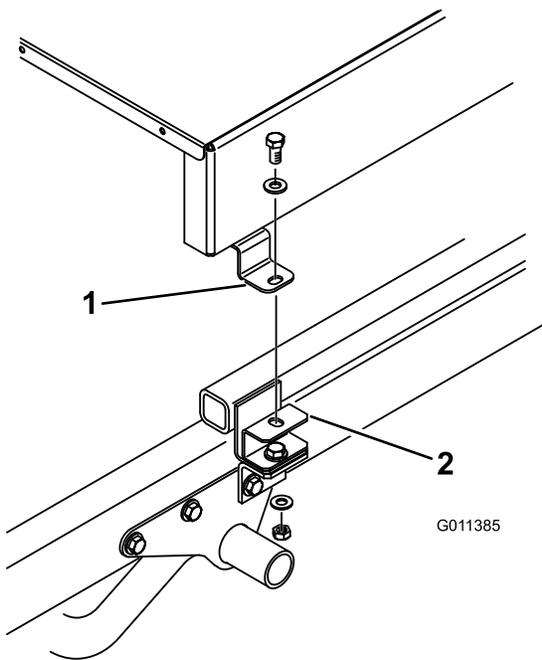

Figure 10
7. Fixez légèrement le haut de chaque support de fixation (Figure 9) ou entretoise de montage (Figure 10) à la patte de montage de chaque côté du TopDresser à l'aide d'une vis (1/2" x 1"), de 2 rondelles plates et de contre-écrous. Serrez toutes les fixations.